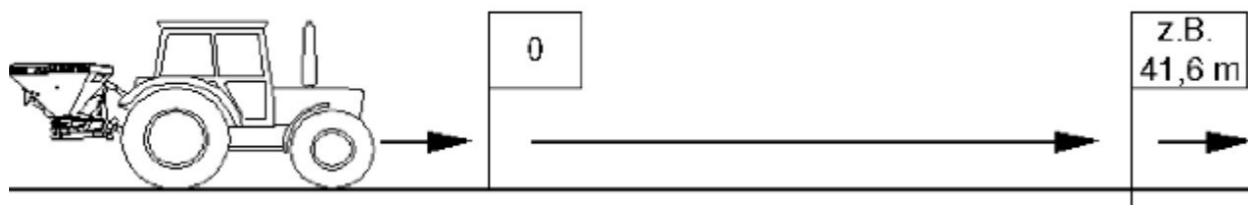

Рисунок 8.13 – Контрольный участок
– точно отмереть на поле контрольный участок. Промаркировать начальную и конечную точку контрольного участка (рисунок 8.13);